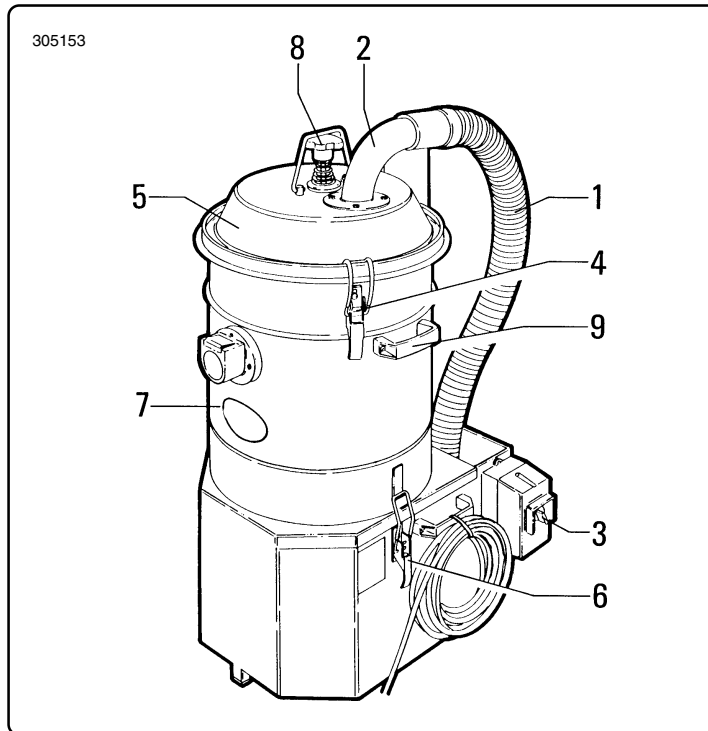

Fig. 6.6.1
- Attendere alcuni minuti che la polvere staccata dal filtro si depositi nel contenitore "7" (fig. 6.6.1).
- Sfilare il tubo "1" dal raccordo "2" (fig. 6.6.1).
- Sbloccare i due ganci di chiusura "4" e togliere il coperchio "5" comprensivo di filtro primario (fig. 6.6.1).
- Sbloccare i due ganci di chiusura "6" e togliere il contenitore porta detriti "7" afferrandolo da entrambe le maniglie "9", quindi procedere al suo svuotamento (fig. 6.6.1).
- *Wait a few minutes for the dust to detach from the filter and deposit in container "7" (fig. 6.6.1).*
- *Remove tube "1" from fitting "2" (fig. 6.6.1).*
- *Release the two closing clips "4" and remove the cover "5" along with the primary filter (fig. 6.6.1).*
- *Release the two closing clips "6" and remove the waste container "7", holding it with both the handles "9". Now empty it (fig. 6.6.1).*
- Attendez quelques minutes que la poussière détachée du filtre se dépose dans la cuve "7" (fig. 6.6.1).
- Détachez le tuyau "1" du raccord "2" (fig. 6.6.1).
- Débloquez les deux crochets de fermeture "4" et enlevez le couvercle "5" y compris le filtre principal (fig. 6.6.1).
- *Esperar unos minutos para que el polvo que se ha desprendido del filtro se deposite en el contenedor "7" (fig. 6.6.1).*
- *Extraer el tubo "1" del racord "2" (fig. 6.6.1).*
- *Desbloquear los dos ganchos de cierre "4" y sacar la tapa "5", incluido el filtro primario (fig. 6.6.1).*
- *Desbloquear los dos ganchos de cierre "6" y sacar el contenedor "7", sosteniendo por las dos asas "9" y proceder al vaciado (fig. 6.6.1).*